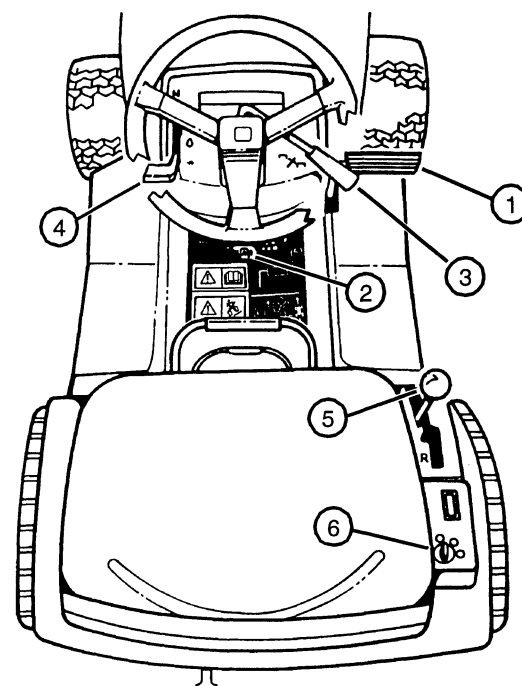

FIGURE 15
- Enfoncer la pédale (1) jusqu'au fond et la tenir enfoncée (voir Fig. 15).
- Avancer le levier du frein de stationnement (2) vers l'avant puis vers la gauche à la position de blocage.
- Désengager l'entraînement des lames en reculant le levier d'entraînement PDF (3) vers l'arrière (voir Fig. 15).
- Passer le levier de changement de vitesse (5) sur le point mort (N).
- Placer la clé de contact dans le démarreur (6).
- Enfoncer jusqu'au bout la pédale (1) et la tenir enfoncée (ou bloquer le frein de stationnement comme décrit ci-dessus).
- Cette machine est construite avec un moteur non-dangereux pour l'environnement qui fonctionne de façon différente par rapport aux moteurs précédents. Pour démarrer le moteur, placer la manette des gaz (4) en position de starter. Quand le moteur commence à tourner régulièrement baisser, peu à peu, la manette des gaz, pour donner au moteur le temps d'accepter les changements de vitesse et de charge, jusqu'à ce que la manette des gaz doit en position **RAPIDE**.
- Tourner la clé de contact (6) en position de démarrage pour lancer le moteur. Lancer le moteur jusqu'à ce qu'il démarre mais pas plus longtemps que 5 secondes.